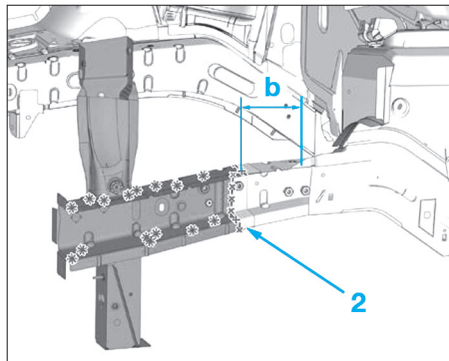

FIG. 9
- Découper les points du longeron (2) (Fig.9).